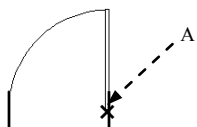

图 17.9.7 创建“门”图块
(1) 创建图 17.9.7 所示的“门”图块。
① 将图层切换至“门窗”图层，选择下拉菜单 **绘图(D)** → **矩形(R)** 命令，绘制长度值为 0.4、宽度值为 10 的矩形作为门扇；确认 **极轴追踪(F)** (极轴追踪) 和 **对象捕捉(F)** (对象捕捉) 按钮处于显亮状态，捕捉矩形左上端点和矩形的下水平边，用 **绘图(D)** → **圆弧(A)** → **起点、端点、半径(R)** 命令绘制半径值为 10 的圆弧。
② 将图层切换至“墙体”图层，选择下拉菜单 **绘图(D)** → **直线(L)** 命令，以矩形右下端点为中心点绘制长度值为 3.5 的竖直线，用复制的方法得到另一条竖直线，其中点位于圆弧的下端点上。
③ 选择下拉菜单 **绘图(D)** → **块(K)** → **创建(C)...** 命令，以 A 点为插入点，建立名为